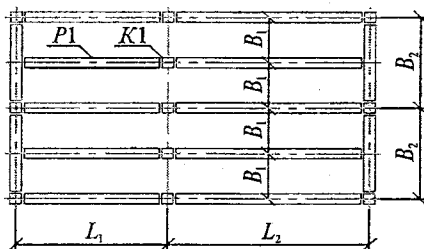

Рисунок 2.1 – Схема розташування ригелів і колон в плані
1. Накреслити схему, подібну до схеми на рис. 2.1, і виконати обчислення згідно з прикладом, наведеним нижче.
10. Як називаються геометричні параметри, наведені на рис. 2.1?